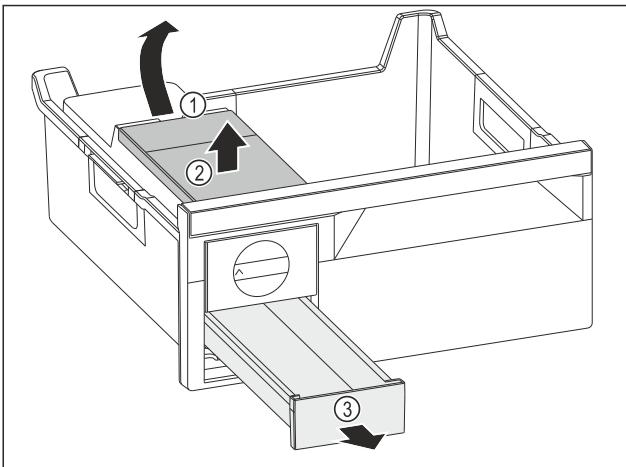

Fig. 123
- Wassertank entnehmen: Wassertank an der Aussparung Fig. 123 (1) anheben.
- Wassertank Fig. 123 (2) nach oben entnehmen.
- Eiswürfelschubfach Fig. 123 (3) nach vorne entnehmen.